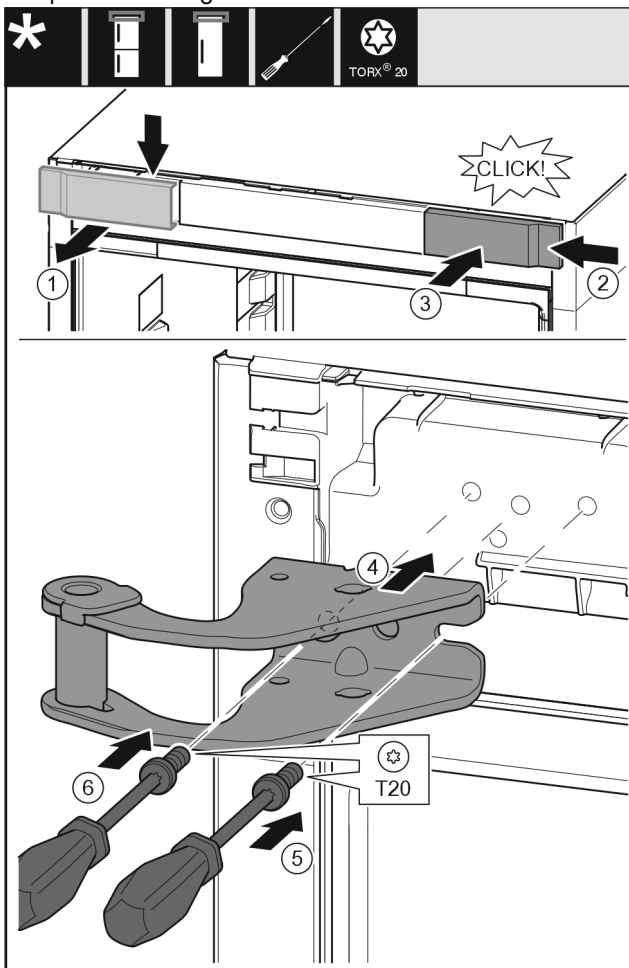

Fig. 29
- Retirer le cache Fig. 29 (1) depuis le haut vers l'avant.
- Accrocher le cache Fig. 29 (2) tourné de 180° de l'autre côté depuis le côté droit.
- Enclencher le cache Fig. 29 (3).
- Poser le support de palier supérieur Fig. 29 (4).
- Poser la vis Fig. 29 (5) avec un tournevis et la serrer.
- Poser la vis Fig. 29 (6) avec un tournevis et la serrer.